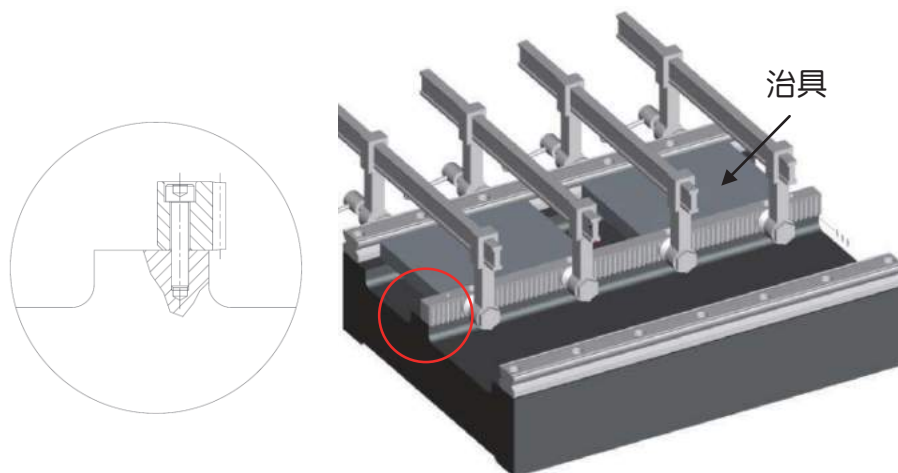

图 2
1.14 安装方式如图 2，或需要在同一根齿条上使用 2 个驱动齿轮（如图 3）时，推荐使用 Q5H 的齿条。
1.15 齿条的定位销专为提供拆卸后再次安装时的快速定位。若非重复拆卸，则不需安装定位销。但对于如图 2 无承靠面的安装方式而言，定位销是必须的。